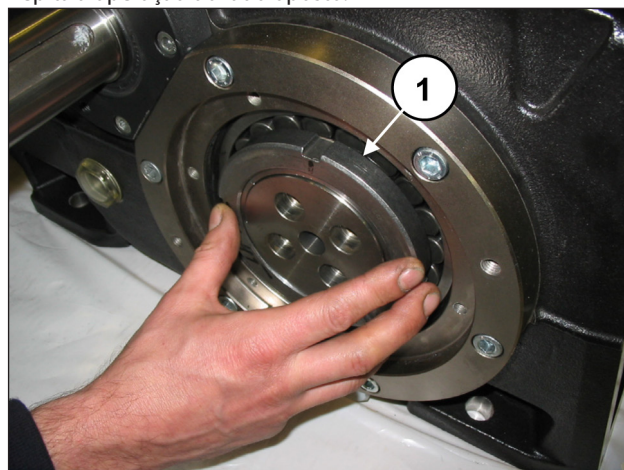
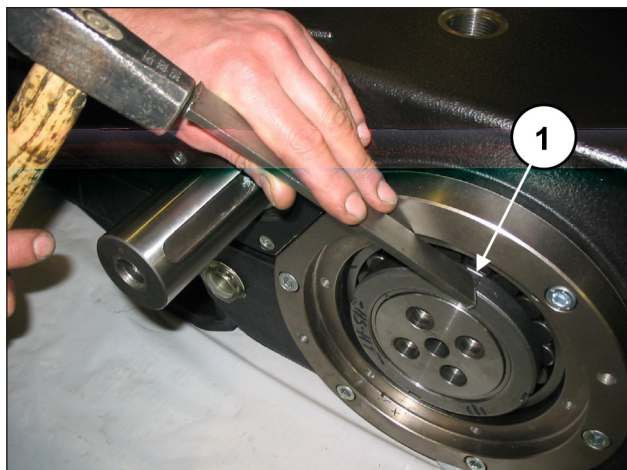

Fig. 16
Fig. 17
Em um lado, aperte um anel do tipo SKF KM20 no casquilho de pressão (pos. ①, Fig. 16), em seguida, desbloqueie o casquilho mediante o mecanismo de percussão (pos. ①, Fig. 17), sem extraí-la.